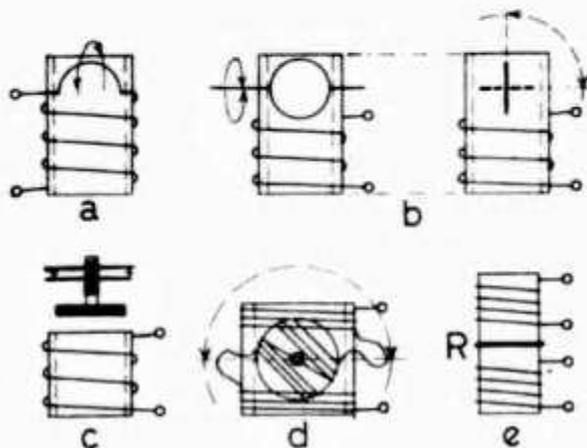

Abb. 3
Die Gegeninduktivität und die Kopplung haben in der Technik des Funkamateurs vielseitige und fruchtbare Anwendungen gefunden, von denen uns Abb. 3 einige zeigt: a) Induktivitätsabgleich durch biegsame Halbwinding: Die Halbwinding im Spuleninneren läßt sich so biegen, daß ihr Feld gleichsinnig mit dem Spulenfeld arbeitet: Die Induktivität wird größer. Sie läßt sich auch so biegen, daß ihr Feld gegensinnig zum Spulenfeld verläuft: Die Induktivität wird kleiner. b) Induktivitätsabgleich durch Kurzschlußring: Der Strom im Ring fließt dem Spulenstrom entgegen (Merksatz 63). Der Ring vermindert also die Induktivität. Liegt der Ring parallel zu den Windungen der Spule, so ist der Kopplungsfaktor groß: Die Induktivität ist klein. Liegt der Ring senkrecht zu den Spulenwindungen (gestrichelt), so ist der Kopplungsfaktor klein: Die Induktivität ist groß. c) Induktivitätsabgleich durch Kurzschlußscheibe: Die Scheibe hat eine sehr kleine Induktivität. Scheibe genähert:  $L = \text{klein}$ , Scheibe entfernt:  $L = \text{groß}$ . d) Das Variometer: In einer Zylinderspule ist eine drehbare kugelförmige Spule angeordnet. Die Wicklungen sind hintereinandergeschaltet. Wird die Kugelspule so gedreht, daß die Felder gegensinnig liegen, so ist die Induktivität klein. Bei gleichsinnigen Feldern ist die Induktivität groß. e) Herabsetzung der Kopplung durch Kurzschlußring. Spule 1 und 2 sind aufeinander gekoppelt. Der Kopplungsfaktor ist zu groß. Das Aufwickeln der kurzgeschlossenen Windung R mit ihrer geringen Induktivität setzt den K.-Faktor beträchtlich herab. Dieser Trick wird oft angewandt, um die Trennschärfe von Bandfiltern zu steigern.
- Vergleichen Sie Abb. 1 und 2 mit Abb. 2 und 1 auf Seite 162 des DL-QTC 1966, Heft 3. 2. Was geschieht, wenn man in eine Spule ein Stück Kupfer hineinbringt? Und einen Eisenkern? 3. Wieviel Winkelgrade hat die direkt angetriebene Skala bei einer Induktivitätsabstimmung nach Abb. 3 b? Und nach Abb. 3 d? 4. In der Siebkette eines Empfängernetztes sind Drosselspulen mit 3 H, 5 H und 7,4 H in Serie geschaltet. Wie groß ist die Gesamtinduktivität der Siebkette? 5. 2 H, 4 H und 8 H werden parallelgeschaltet. Gesamtinduktivität? 6. Ein Empfänger hat für das 80-m-Band im Eingangskreis eine Spule mit 20  $\mu$ H. Für das 40-m-Band legt der Wellenschalter eine Spule von 12  $\mu$ H parallel. Wie groß ist jetzt die Induktivität? Für das 20-m-Band legt der Wellenschalter zu den beiden Spulen noch eine dritte von 2,5  $\mu$ H parallel. Welche Induktivität wirkt für das 20-m-Band? 7. Vergleichen Sie Merksatz 77 mit Merksatz 64! 8. Leiten Sie aus Merksatz 29, 30 und 31 entsprechende Merksätze für Induktivitäten ab! 9. Vergleichen Sie die Hintereinander- und Nebeneinanderschaltung von Kondensatoren mit denselben Schaltungen von Spulen!